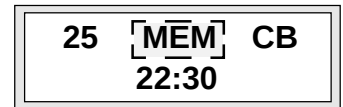

Fig. 25
- » **CB** Indicazione di Call Back (Fig. 25)